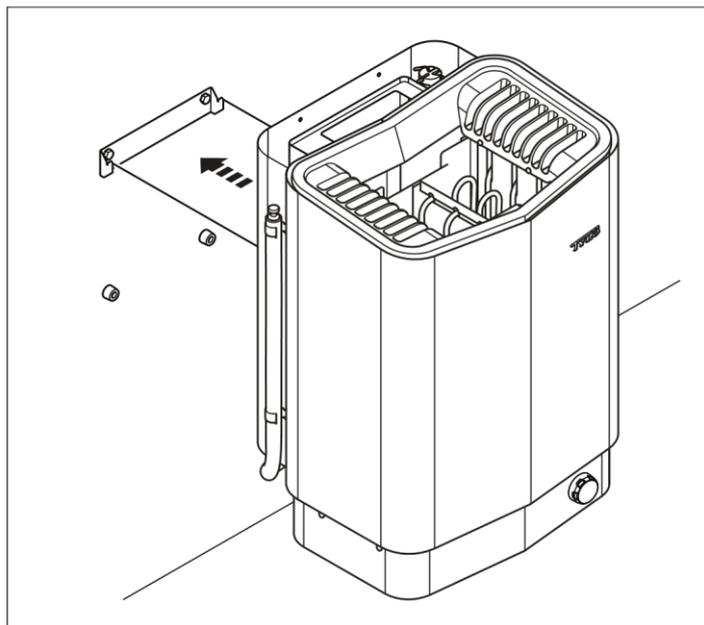

Figura 11: Appendere il riscaldatore.
8. Chiudere il coperchio e serrare le viti (vedere Figura 9). Appendere il riscaldatore alla staffa (vedere la Figura 11).